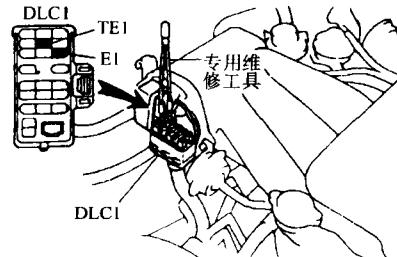

图 10 使用专用维修工具——1MZ-FE 发动机
5) 用专用维修工具 09843-18020 将数据传输连接接线器 1 的 TE1 与 E1 接线柱相连。用正时灯检查点火正时：变速器处于空档怠速时应为上止点前 8°~12°。从数据传输连接接线器 1 上拆下专用维修工具 (图 10)。